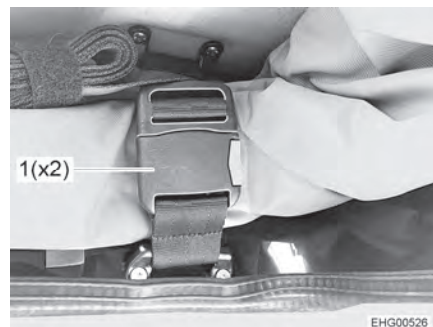

Bild 55 Gurtschloss
- Beide Gurtschlösser (Bild 55,1) öffnen.